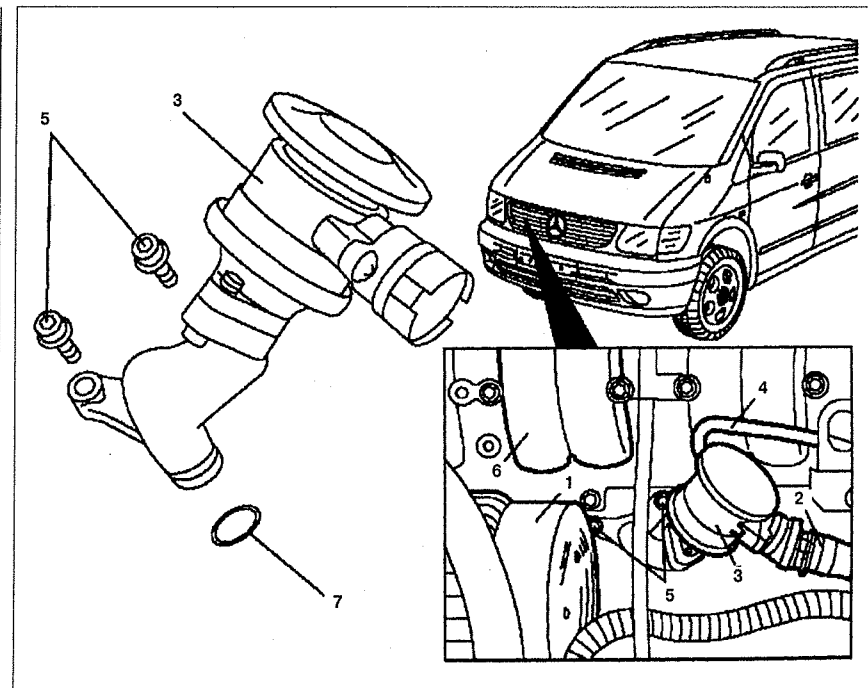

Рис. 3.47. Клапан проверки количества подаваемого воздуха:
1. Снимите генератор 1 (см.рис.3.47).